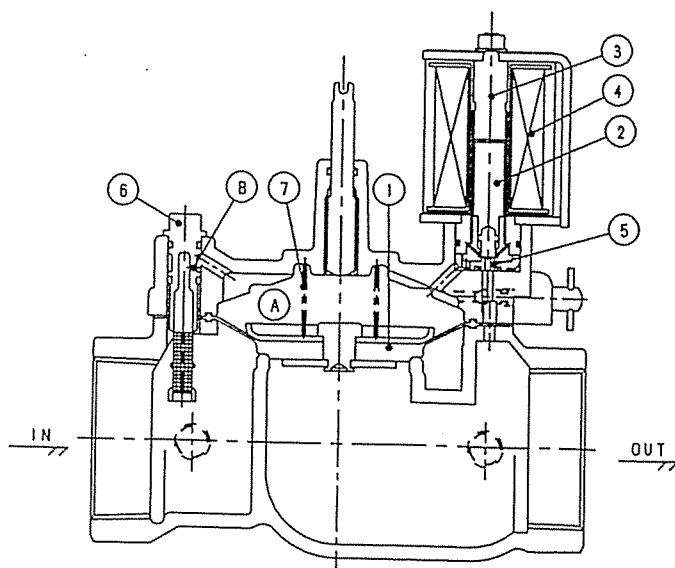

図20
コイル④への通電をやめるとプランジャ②がばねの力によりコアー組立③より離れパイロット弁座⑤を閉じます。すると、流体圧がフィルタ組立⑥のブリードオリフィス⑦を通じダイアフラム組立上部Ⓐ室に作用し、ダイアフラム組立上下の圧力差及びスプリング⑧の力により、ダイアフラム組立が下降して止水状態を保ちます。(図20参照)